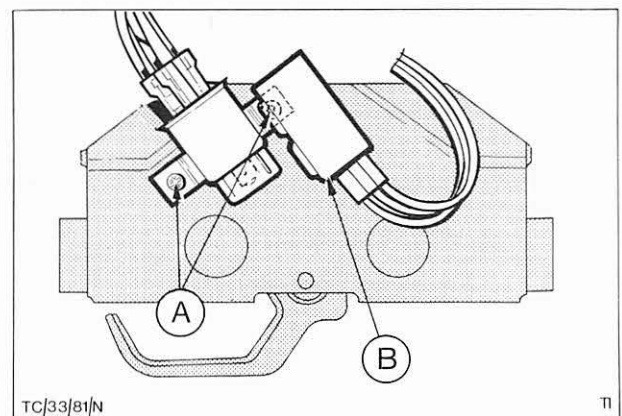

Abb. 48 A = Beide Befestigungsschrauben des Relais — heiz-
3. Mehrfachstecker vom Relais B, Abb. 48, abziehen.
Schrauben), Abb. 48.